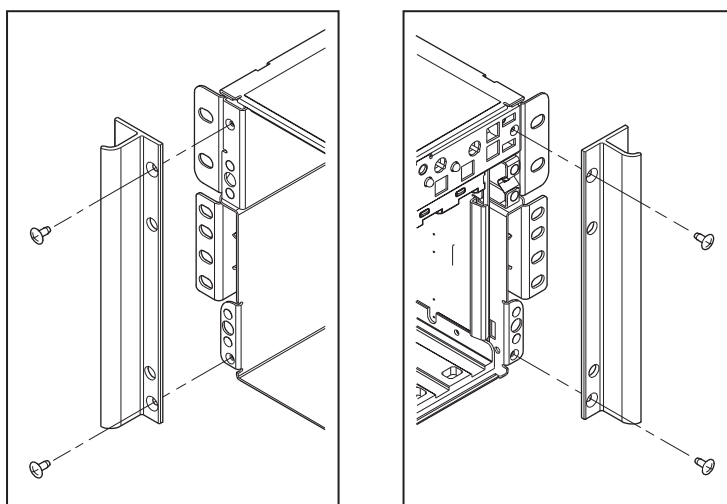

Figura 9 Asas alineadas con el chasis
2. Como se muestra en la Figura 9, alinee los orificios superior e inferior de las asas con los orificios superior e inferior del chasis.